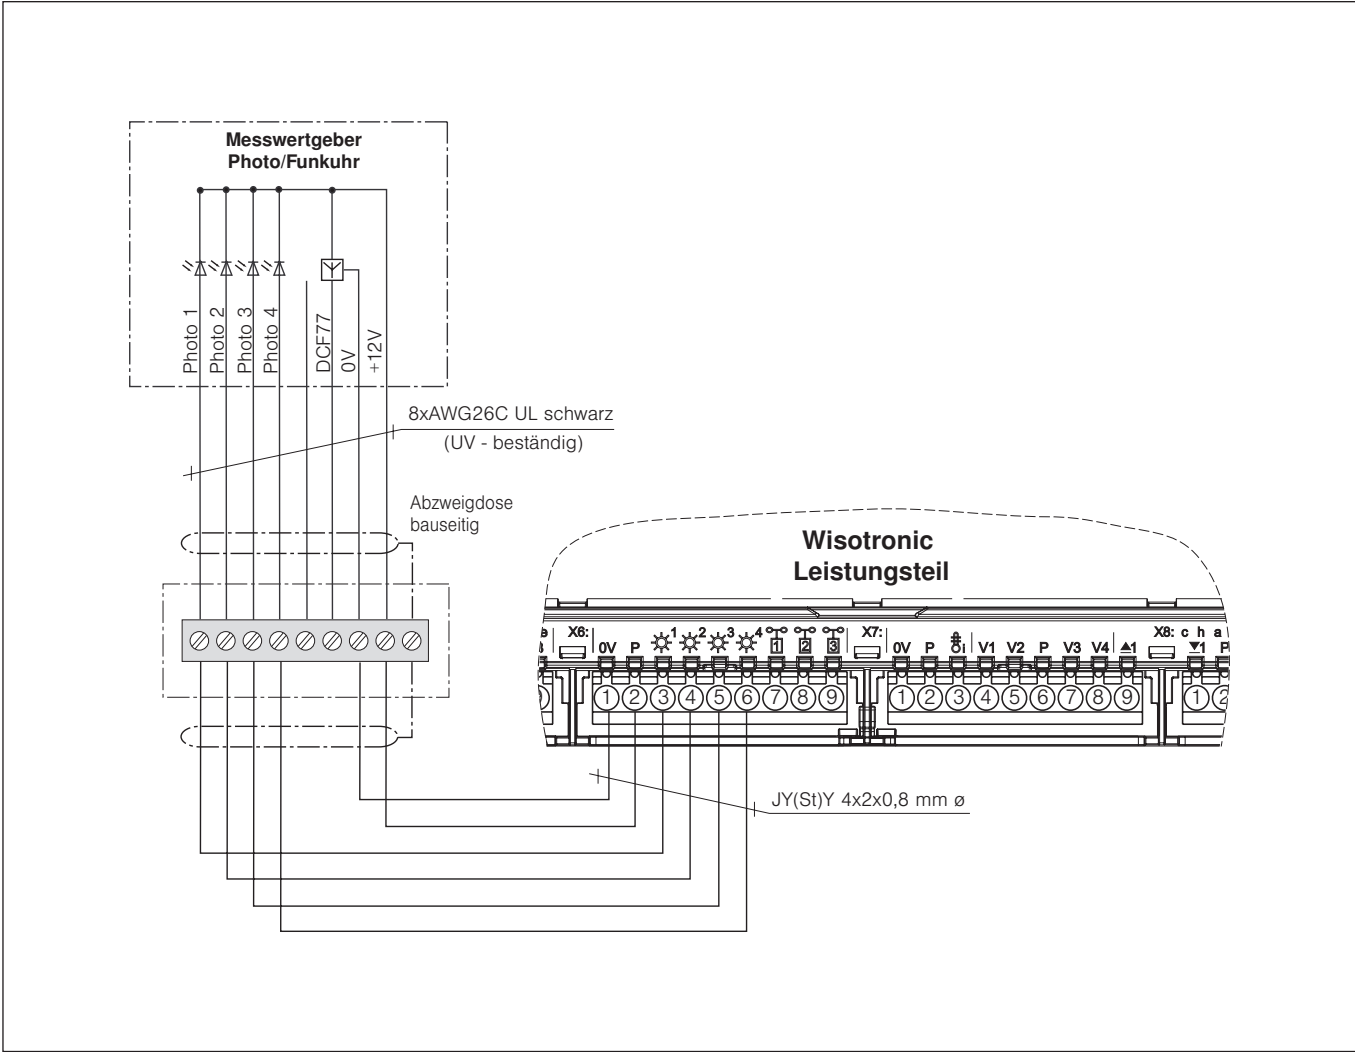

Abb. 26 Anschluss eines Messwertgebers Photo/Funkuhr
6.3.9 Messwertgeber Photo/Funkuhr	Abb. 26 auf Seite 46